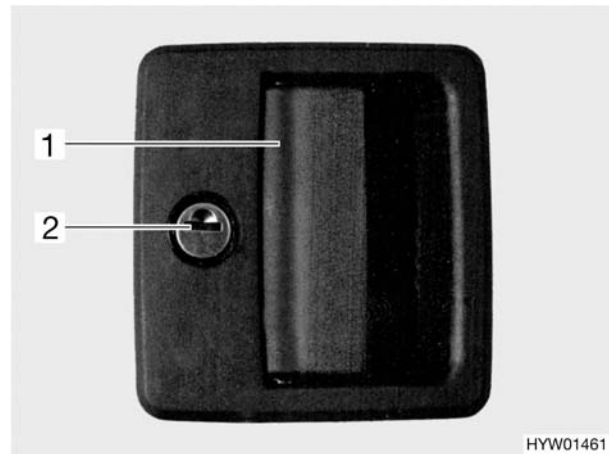

Bild 36 Türschloss Eingangstür und Fahrertür, außen
- Schlüssel in Schließzylinder (Bild 36,2) stecken und im Uhrzeigersinn drehen, bis das Türschloss entriegelt ist.
- Durch Ziehen am Türgriff (Bild 36,1) die Tür öffnen.
- Schlüssel in Schließzylinder (Bild 36,2) stecken und entgegen dem Uhrzeigersinn drehen, bis das Türschloss verriegelt ist.